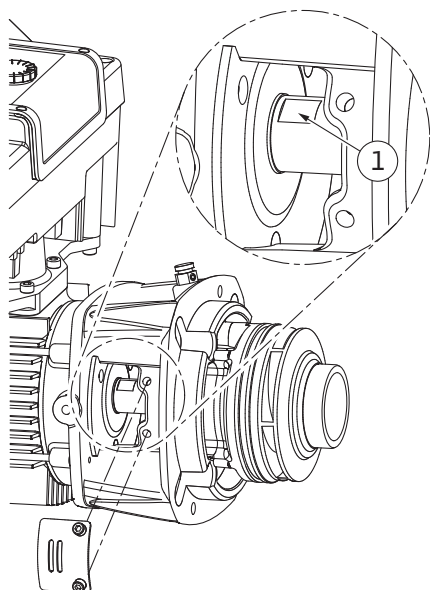

Fig. 106: Nyckelytor på axeln
14. För in en blocknyckel (nyckelvidd 22 mm), i lanternans öppning och håll fast axeln vid nyckelytorna (Fig. 106, pos. 1). Dra ut pumphjulsmuttern (Fig. I, pos. 22). Pumphjulet (Fig. I, pos. 21) dras automatiskt bort från axeln.
15. Demontera balanseringsbrickan (Fig. I, pos. 20).
3. För in en blocknyckel (nyckelvidd 22 mm), i lanternans öppning och håll fast axeln vid nyckelytorna (Fig. 106, pos. 1).
10. För in en blocknyckel (nyckelvidd 32 mm), i lanternans öppning (Fig. IV, pos. 38) och håll fast axeln vid nyckelytorna (Fig. 106, pos. 1). Montera pumphjulet med bricka/brickor och mutter. Dra åt muttern. Undvik att den mekaniska tätningen skadas p.g.a. en förskjutning.
11. Rengör lanternaspåret och sätt dit den nya O-ring (Fig. III, pos. 19).